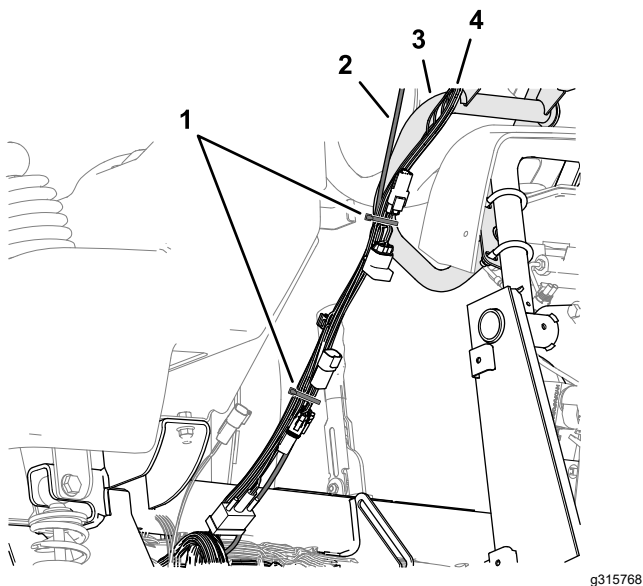

Figura 184
3. Sujete el arnés de datos del módem y el arnés de datos de navegación y eléctrico al tubo del monitor con una brida (Figura 184).
4. Sujete el arnés de datos del módem al arnés de datos de navegación y eléctrico con una brida, como se muestra en la Figura 184.